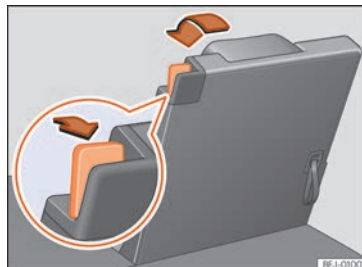

Abb. 121 Dritte Sitzreihe: Sitz in Ladebodenposition klappen.
- Entriegelungshebel »» Abb. 121 ganz nach hinten ziehen, um die Sitzlehne zu entriegeln.
- Schlaufe an der Sitzlehne »» Abb. 121 ziehen, um die Lehne zurückzuklappen. **ODER:** klappen Sie die Sitzlehne mit der Hand vom Innenraum aus zurück.
- Die rote Markierung am Entriegelungshebel »» Abb. 121 darf nicht mehr sichtbar sein.
- Eine rote Markierung an dem Entriegelungshebel »» Abb. 121 signalisiert eine nicht eingerastete Lehne. Die rote Markierung darf im korrekt eingerasteten Zustand nicht sichtbar sein.
① VORSICHT